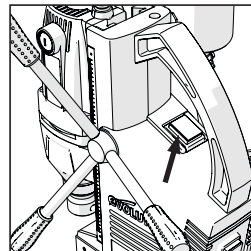

Fig. 6
- Acționați comutatorul de Pornire/Oprire al unelei **(Fig. 6)** pentru a porni sau opri motorul acesteia.